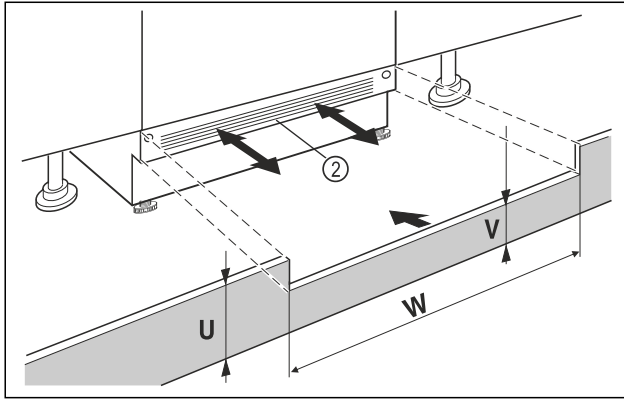

Fig. 12 Beispielhafte Darstellung
- ▶ Gerätesockelblende Fig. 12 (2) aufsetzen aber noch nicht fixieren.
- ▶ Bei sichtbarer Sockelblende Fig. 12 (2), diese so weit nach vorn ziehen, dass Vorderkante Lüftungsgitter und Möbelsockelblende eine Ebene bilden.
- ▶ Bei verdeckter Sockelblende Fig. 12 (2), diese ganz nach hinten schieben.
- ▶ Auf komplett freie Lüftungsschlitze achten: Bei Bedarf Höhe der Möbelsockelblende Fig. 12 (U) zuschneiden!
- ▶ Entlang der Nischenbreite Fig. 12 (W) die Steghöhe Fig. 12 (V) unter der Gerätesockelblende Fig. 12 (2) einpassen.